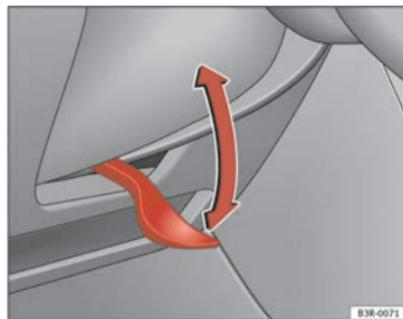

Fig. 134 Levier sous la colonne de direction
- Basculez le levier ⇒ fig. 134 vers le bas ⇒ ⚠.